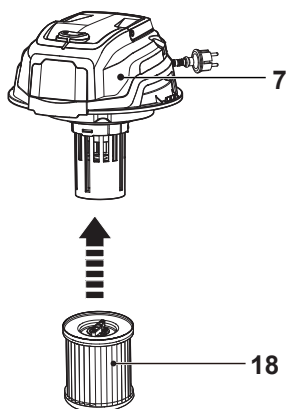
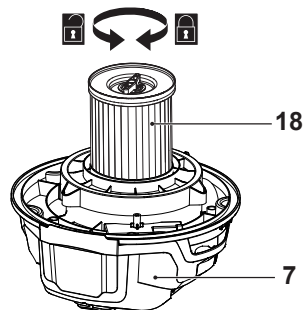

Fig. 6
Fig. 16
- > Monte o filtro do cartucho (18) na unidade do motor (7) (Fig. 6). Certifique-se de que o filtro assenta bem na posição. Consulte a Fig 16.
- > Utilize o filtro do cartucho (18) para recolher partículas que não tenham sido recolhidas pelo saco de pó (19).
Monte sempre o filtro do cartucho (18) na unidade do motor (7) para operações de aspiração a seco (Fig. 16). Operar o produto sem o filtro do cartucho (18) pode danificar a unidade do motor.
- > Inspeccione o filtro do cartucho (18) com regularidade. Substitua-o filtro por um filtro novo, se necessário.
- > Lave o filtro do cartucho (18) com frequência, com água limpa e deixe-o secar ao ar. Não aguarde até que o filtro esteja totalmente sujo. Recomendamos que inspeccione o filtro quando o produto não alcançar uma potência de sucção suficiente.